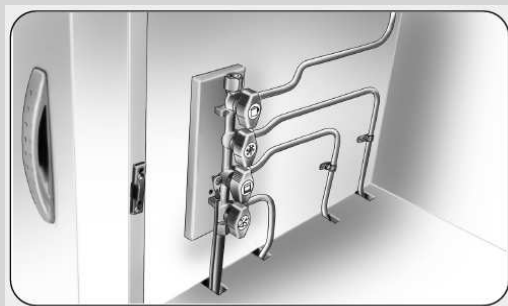

fig. 11
- ❑ Gasen som kommer från den utbytbara, ventilförsedda gasolbehållaren når de apparater den ska försörja genom en tryckreducerare och en distributionsenhet med flera kranar **fig. 11**, en för varje apparat som sitter inne i köksmöblen eller i en garderob.